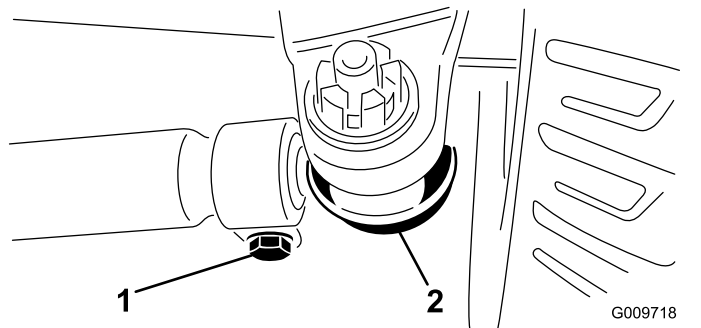

Figura 110
- Per regolare, togliete la coppiglia e il dado da uno dei giunti a sfera del tirante (Figura 110). Togliete il giunto a sfera del tirante dal supporto della scatola del ponte.
- Allentate i fermi su entrambe le estremità dei tiranti (Figura 110).